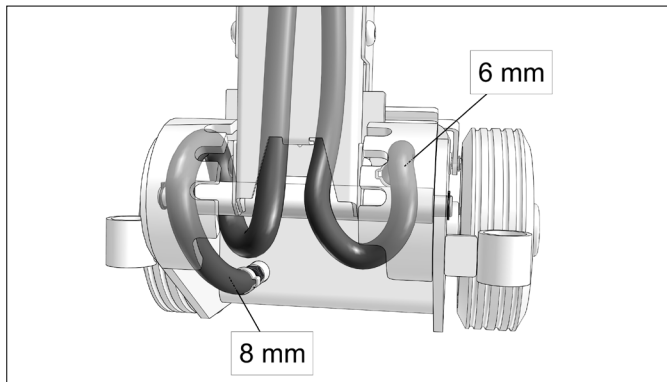

Fig. 1
**VIGTIGT:** Slangerne skal snoes om håndtagets lejerør som vist på detailtegning (Fig. 1).
**IMPORTANT:** The hoses must be twisted around the tube as shown on the photo (Fig. 1).